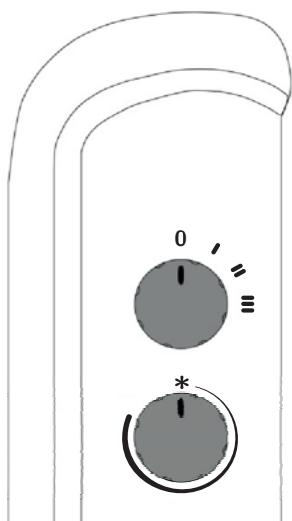

Fig. 4
1.- Seleccione la potencia mediante el mando selector de potencias y gire el mando del termostato en el sentido de las agujas del reloj hasta su posición máxima (**Fig.4**).
Para accionar este dispositivo basta con conectar el aparato a la red, colocar el selector de potencias en cualquiera de sus posiciones activas y el mando termostato en la posición ***** (**Fig.4**).